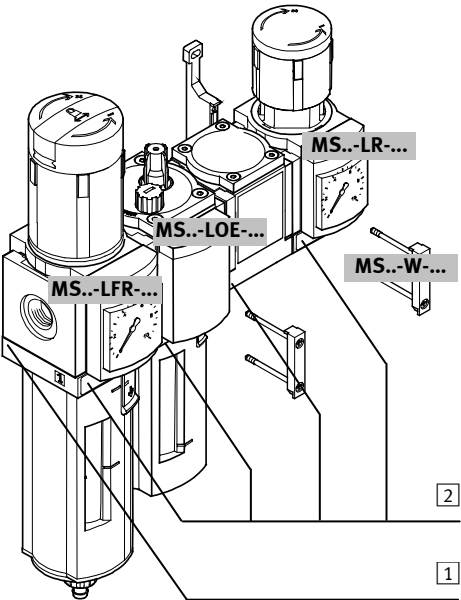

Bild 1 / Fig. 1 / 图 1
- MS..-W... für die Montage der Befestigungselemente.Die MSB..-... ist wie folgt gekennzeichnet (siehe Bild 1):